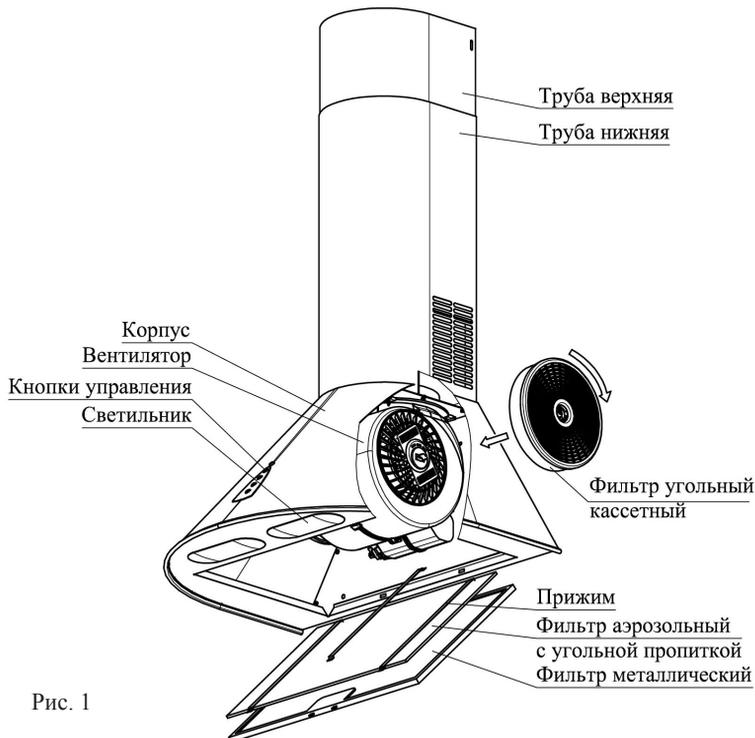
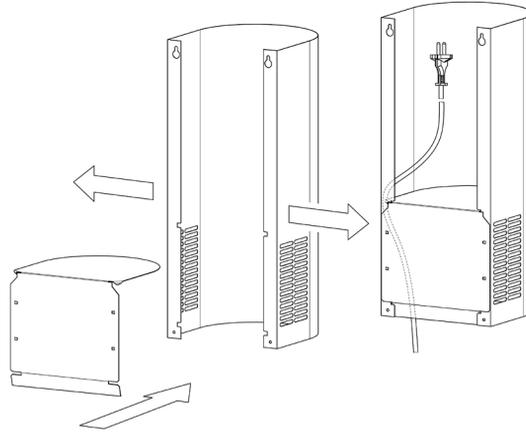

Рис. 1
Рис. 3
Внутри корпуса воздухоочистителя (рис. 1) располагаются вентилятор и светильники. Снизу установлены фильтры металлические. Фильтры аэрозольные с угольной пропиткой (комплектуются в модификациях см. табл.4) закреплены прижимами на фильтрах металлических. На фронтальной поверхности расположены кнопки управления работой воздухоочистителем. На верхней поверхности корпуса воздухоочистителя находится фланец для отвода очищенного воздуха.
**ВНИМАНИЕ!** МИНИМАЛЬНОЕ РАССТОЯНИЕ МЕЖДУ ПЛОСКОСТЬЮ УСТАНОВКИ ПОСУДЫ НА ПЛИТУ (НАГРЕВАТЕЛЬНОЙ ПОВЕРХНОСТЬЮ) И ВОЗДУХООЧИСТИТЕЛЕМ ДОЛЖНО БЫТЬ 75 см. ВОЗДУХООЧИСТИТЕЛЬ КРЕПИТЬ НА РОВНУЮ ПОВЕРХНОСТЬ (рис. 3).
- 6.7 **ДЛЯ РАБОТЫ В РЕЦИРКУЛЯЦИОННОМ РЕЖИМЕ** установите заслонку в трубу нижнюю так, чтобы сетевой шнур проходил через подогнутый уголок заслонки. При установке разведите в стороны боковые плоскости нижней декоративной трубы и поочередно вставьте проушины заслонки в пазы на задних полках (рис. 3). Для установки фильтра угольного кассетного, оденьте его на фиксирующие элементы в центре вентилятора и поверните по часовой стрелке до упора (рис. 1). Демонтаж производится в обратном порядке.